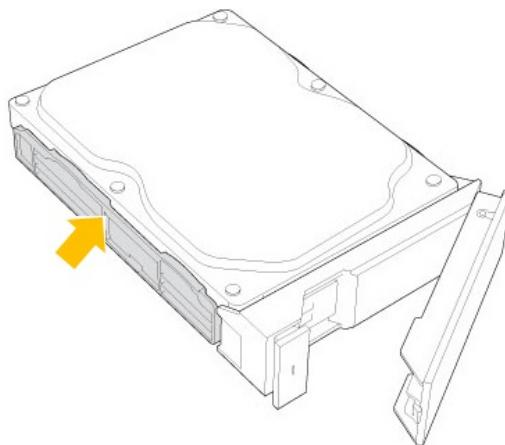

Рисунок 95 - Закрепите жесткий диск в лотке (четыре штырька)
- 3) Чтобы закрепите диск оставшимися двумя штырьками, отпустите левую сторону лотка (Рисунок 95).